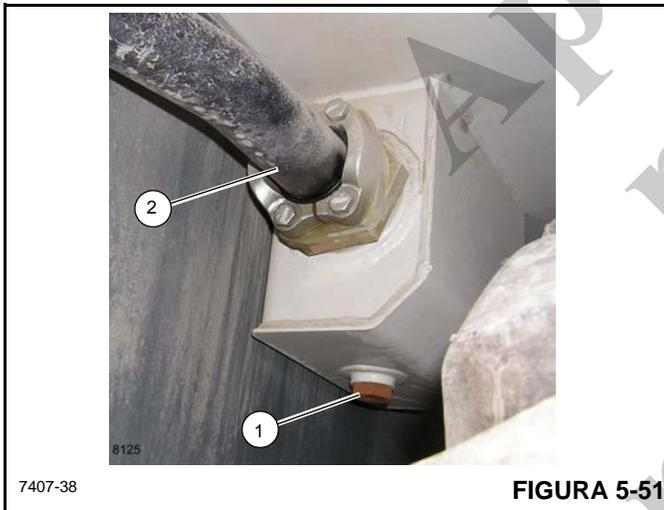

FIGURA 5-51
5. Coloque um recipiente apropriado sob a entrada do dreno do tanque hidráulico (Figura 5-51).
6. Remova o bujão do dreno (1, Figura 5-51) e deixe o óleo cair no recipiente.
7. Desconecte todas as mangueiras (2, Figura 5-51) do tanque hidráulico. Drene o óleo hidráulico para dentro do recipiente. Remova o filtro de sucção do tanque hidráulico e lave-o com um solvente adequado.